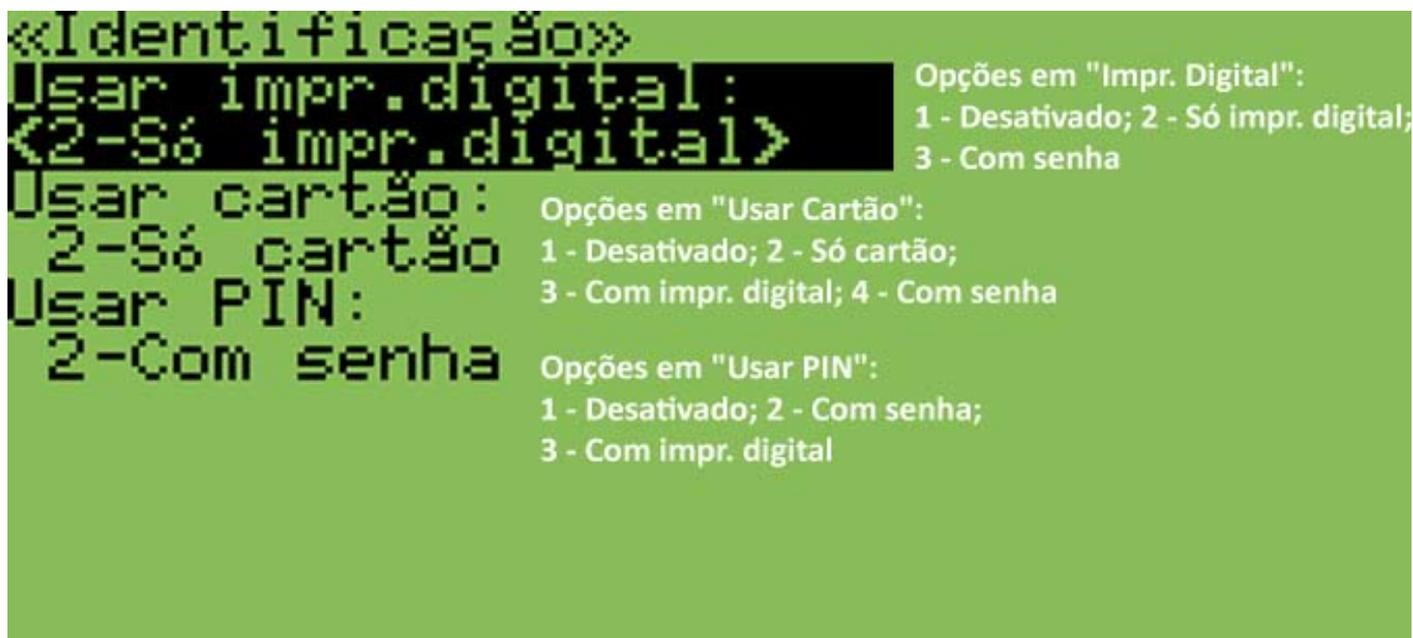

Fig. 33 - Nesta seção é possível configurar um modo de identificação para o usuário selecionado.
- 6 - No item “Usar impr. digital”, selecione uma das seguintes opções; (fig. 33);